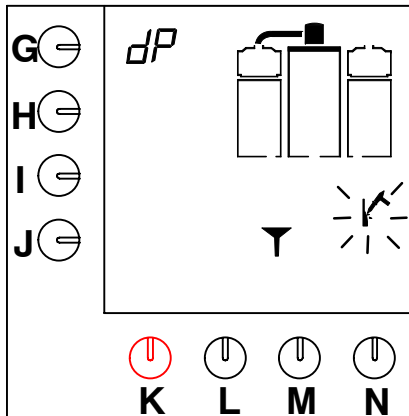

Abb. 16 Kaffeebrühsystem benötigt die Entkalkerlösung
- Es ertönt ein akustisches Signal, das Hammersymbol blinkt und es erscheint ein Trichter im Display (Abb. 16).